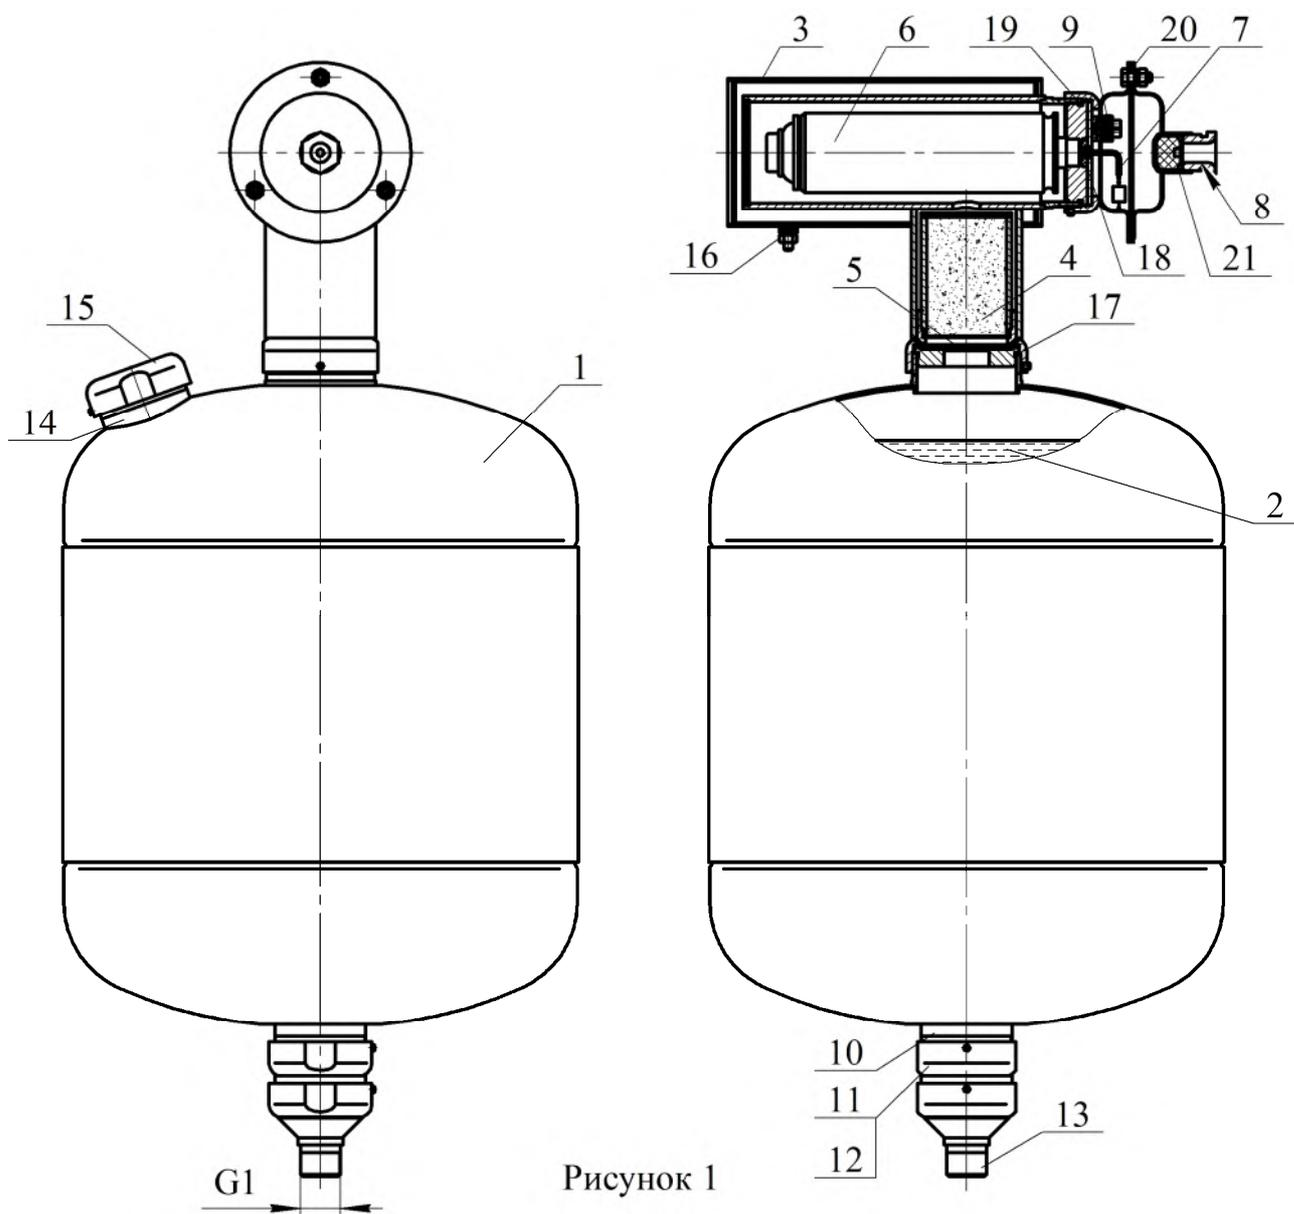

Рисунок 1
4.1.1 МУПТВ (см. рисунок 1) состоит из корпуса **1**, заправленного ОТВ **2**, газогенерирующего устройства **3** и мембранного рабочего узла, смонтированного в нижней части модуля. Канал со встроенным фильтрующим элементом **4** для очистки газа, соединяющий газогенерирующее устройство **3** с внутренней полостью корпуса **1**, загерметизирован эластичной прокладкой **5**. В корпусе газогенерирующего устройства установлен ИХГ **6** с элементом электропусковым **7**. Газогенерирующее устройство снабжено вводной коробкой с герметичным кабельным вводом **8**. Монтажный кабель через кабельный ввод **8** входит во вводную коробку и через зажим контакт-
6.5.1 Залить в отверстие верхней горловины **14** (см. рисунок 1) воду (питьевую либо дистиллированную) (температура воды должна быть плюс $(15...25)^{\circ}\text{C}$) объемом $26,2^{+0,4}$ дм³. Открыть упаковки с жидкими добавками к воде и залить их в отверстие верхней горловины **14**.
6.6.3 Полученный раствор ОТВ залить в отверстие верхней горловины 14 (см. рисунок 1). Для окончательного приготовления ОТВ открыть упаковки с жидкими добавками к воде и залить их в отверстие верхней горловины 14.
6.8 Соединить штуцер 13 (см. рисунок 1) с трубной разводкой.